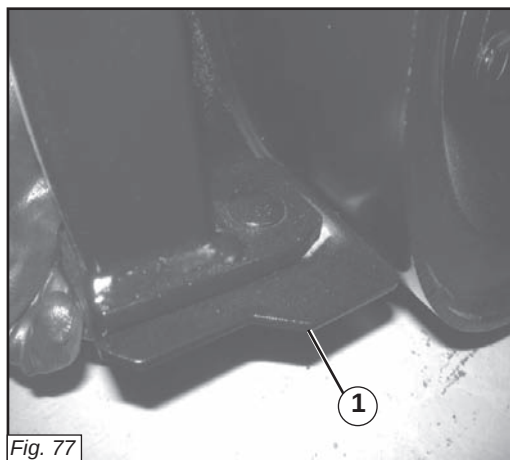
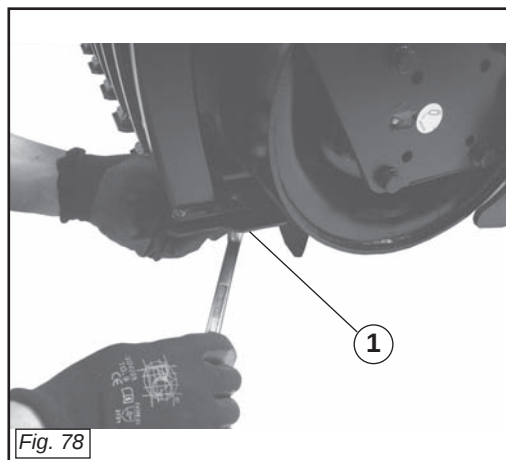
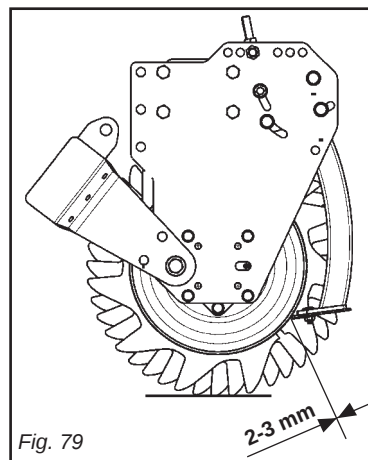

Fig. 77
Fig. 78
Fig. 79
Sulla trave raschiaterra ci sono le piastrine raschiatrici (1 Fig. 77), in materiale antiusura, che hanno la funzione di pulire dall'accumulo dei terra il rullo stesso.
Il montaggio corretto si ottiene fissando la piastrina raschiatrici al supporto raschiaterra, facendola scorrere sulla guida e bloccandola con la vite (1 Fig. 78) ed il dado alla distanza desiderata dal rullo.
Si consiglia una distanza tra rullo e piastrina di di 2/3 mm (Fig. 79).
Auf dem Erdabstreifbalken befinden sich die Erdabstreifplättchen (1 Abb. 77) aus verschleißfestem Werkstoff, welche die Funktion haben, die Erdanhäufungen von der Walze zu entfernen. Sie sind auf besonders geformten Haltern montiert, die auf dem hinteren Balken der Walze montiert sind. Die korrekte Montage erhält man, indem man das Abstreifplättchen am Erdabstreifträger befestigt, es über die Führung gleiten lässt und mit der Schraube (1) und der Mutter im gewünschten Abstand von der Walze blockiert. Empfohlen wird ein Abstand zwischen Walze und Plättchen von 2/3 mm (Abb. 79).
En la viga raspadora se encuentran las plaquitas raspadoras (1 imagen 77), de material antidesgaste, con la función de quitar la tierra que se acumula en el rodillo mismo. Están montadas sobre soportes moldurados fijados en la barra trasera del rodillo. Para obtener un montaje correcto hay que montar las plaquitas raspadoras a la viga raspadora, haciéndolas discurrir sobre la guía y fijándolas con el tornillo (1 imagen 78) a la distancia entre plaquita y rodillo. La distancia aconsejada entre plaquita y rodillo es 2/3 mm (imagen 79).